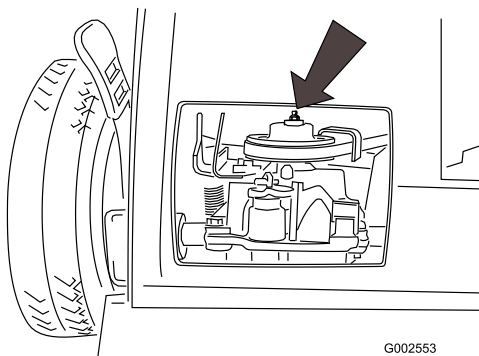

Figure 20
2. Raccordez une pompe à graisse au graisseur dans l'ouverture du couvercle de courroie (Figure 20).